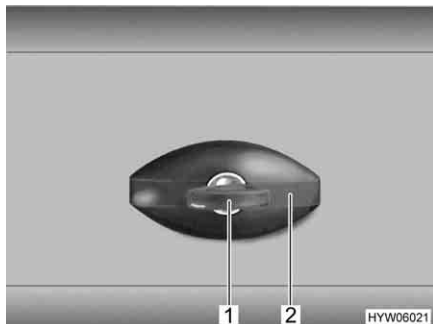

Fig. 27 Serratura dello sportello, ellittico, chiuso
- Inserire la chiave nel cilindro della serratura (Fig. 27,1) e ruotare in senso antiorario di un quarto di giro. La maniglia della serratura (Fig. 27,2) scatta all'infuori.